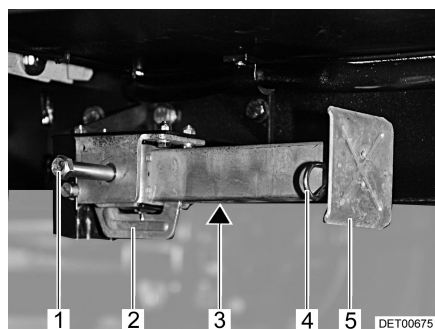

Fig. 5 Vérin stabilisateur
- Placer la clé à pipe sur l'écrou à six pans (Fig. 5,1) et tourner jusqu'à ce que le vérin stabilisateur soit en position verticale vers le bas.
- Lorsque la longueur des vérins stabilisateurs est réglable, faire sortir la goupille (Fig. 5,4) de la rallonge du pied d'appui (Fig. 5,5).
- Placer la clé à pipe sur l'écrou à six pans (Fig. 5,1) et tourner jusqu'à ce que le vérin stabilisateur se dégage du sol.
- Rentrer complètement la rallonge du pied d'appui (Fig. 5,5) et insérer la goupille (Fig. 5,4) dans le trou prévu à cet effet.
- Tourner l'écrou à six pans (Fig. 5,1) jusqu'à ce que les vérins stabilisateurs soient pivotés vers le haut et que la glissière (Fig. 5,2) soit arrivée complètement à l'extrémité de la fente (Fig. 5,3).